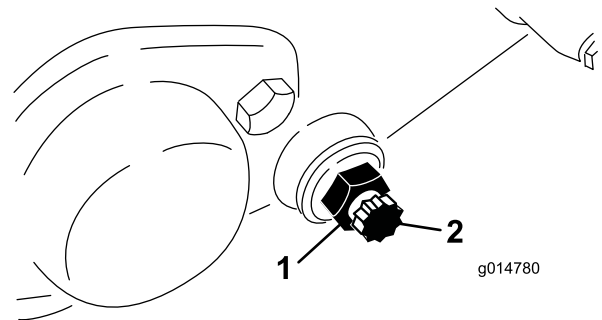

Bild 59
3. Lösen Sie an jeder Seite der Maschine die Klemmmutter, mit der die Schraube des Untermesserträgers befestigt ist (Bild 59).
4. Nehmen Sie jede Schraube des Untermesserträgers ab, damit der Untermesserträger nach unten gezogen und von der Maschine entfernt werden kann. Bewahren Sie die beiden Nylon- und die beiden Scheiben aus gestanzten Stahl an jedem Ende des Untermesserträgers auf (Bild 59).